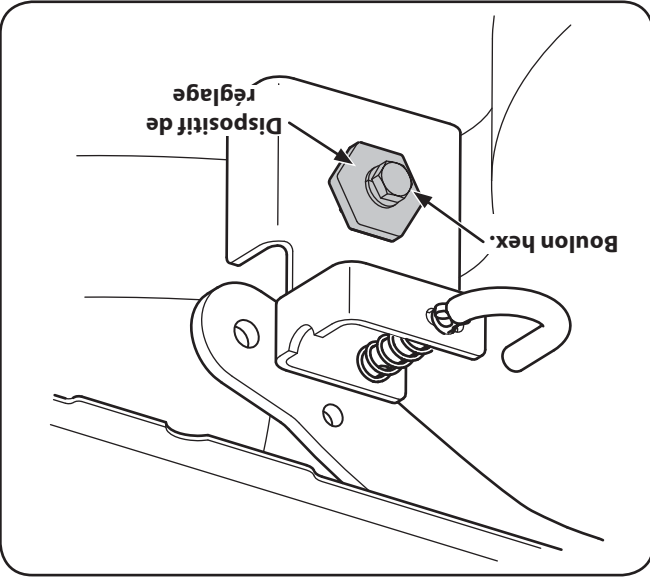

Figure 6-6
3. Desserrez, sans le retirer, le boulon hex. sur le crochet de support gauche du plateau de coupe. Voir la Figure 6-6.